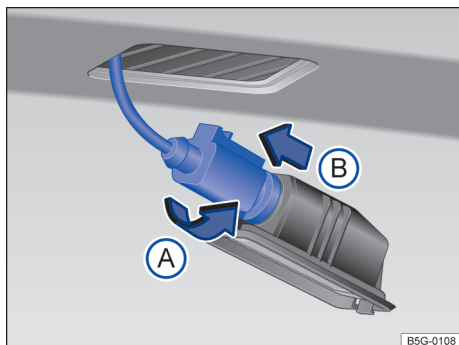

Fig. 138 Lanterna da placa de licença: desinstalar o suporte da lâmpada.
3. Girar o soquete da lâmpada no **sentido anti-horário** → Fig. 138 (A) e retirar o suporte junto com a lâmpada (B).
7. Posicionar o suporte da lâmpada na lanterna da placa de licença e pressionar no sentido contrário ao da seta (A) até o batente.